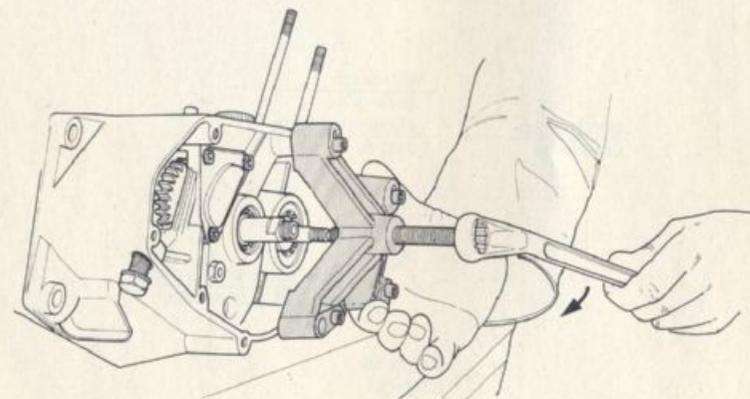

FIG. 23 Estrazione imbiellaggio
24) **SFILARE** l'imbiellaggio dalla propria sede applicando l'apposito estrattore (cod. 05.0017.0) al semicarter lato frizione (fig. 23).